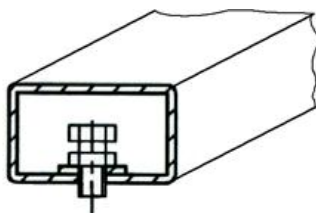

Рисунок 4.2
① После транспортирования или хранения станка при температуре воздуха ниже  $+5^{\circ}\text{C}$ , необходимо перед распаковкой выдержать станок при температуре  $(25 \pm 10)^{\circ}\text{C}$  в течение не менее 4 часов.
4.2.2 Установить станок на ровное жесткое основание, допустимое отклонение основания от горизонтали –  $0.5^{\circ}$  (8 мм на 1 метр), так, чтобы все опоры станка касались основания. Это обеспечивается при помощи 2-х регулируемых опор (рисунок 4.2).